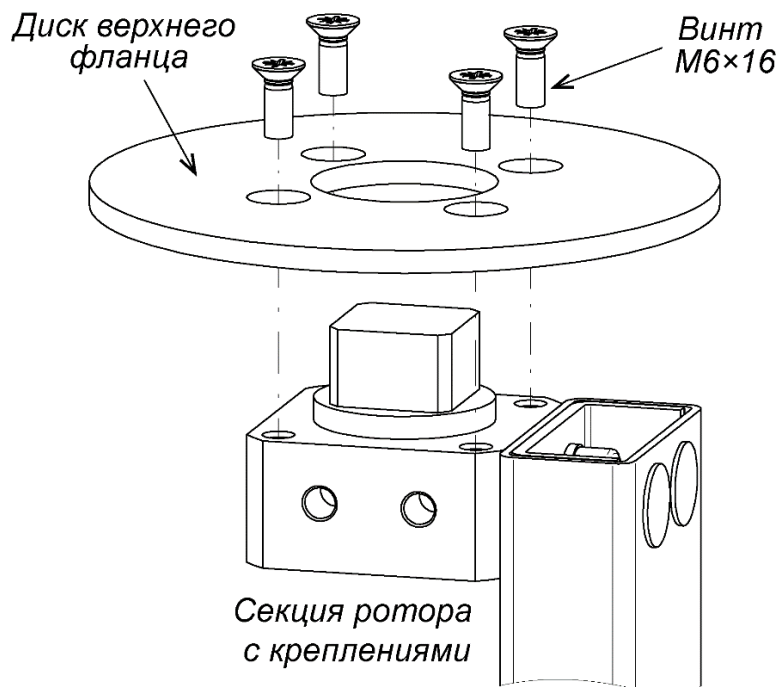

Рисунок 15. Установка диска на верхний фланец ротора
14. Распакуйте секции ротора (1) (ящик №2).
15. Произведите монтаж ротора (1) (работайте вдвоем!):
- Соберите верхний узел вращения ротора – на верхний фланец ротора при помощи 4-х винтов М6×16 установите диск фланца (см. рис. 15).